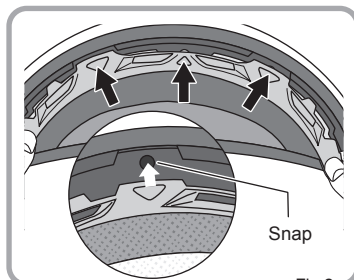

Fig.2
2. Indfør de 3 tryklåse på forsiden som vist i fig. 2.